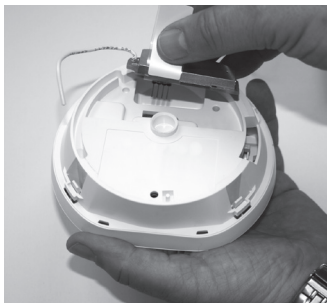
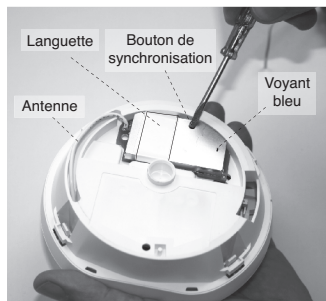

Figure 1
Figure 2
Nous vous conseillons d'installer les détecteurs de Monoxyde de Carbone RadioLINK avec leur antenne orientée dans la même direction si possible (voir figure 2) (i.e. essentiellement parallèles). Cela signifie choisir un point de référence dans l'habitation, par exemple le mur de façade, puis installer tous les socles de fixation dans la même orientation par rapport à celui-ci.
2. Retirez le module RF de son emballage et insérez-le avec précaution à l'arrière du détecteur (voir figure 1). Plier la languette sur l'arrière du module et fixer l'antenne dans la fente prévue (voir figure 2).
3. Avant de fixer le détecteur sur le socle de fixation, exercez une pression prolongée sur le bouton de synchronisation situé sur la face arrière du module RadioLINK jusqu'à ce que le voyant bleu s'allume (voir Figure 2), puis relâchez le bouton.